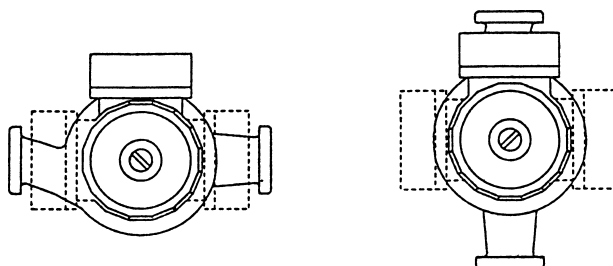

РИС. 5
- Выполняйте установку, расположив насос горизонтально. Монтажные положения блока см. на рис. 5. Остальные монтажные положения – по запросу. На насос не должны передаваться напряжения от трубопровода и его вес.